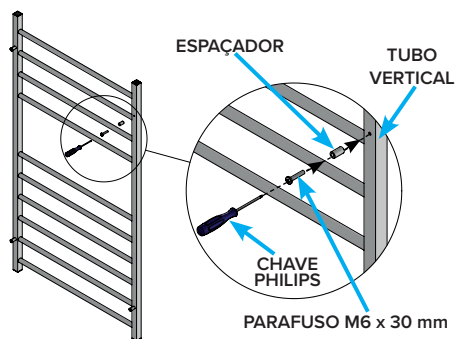

Figura 24 –
**7. INSTALAR** os 4 (quatro) Espaçadores de Náilon nos tubos verticais do Toalheiro, utilizando os Parafusos Philips M6 x 30 mm. APERTAR adequadamente (Figura 24);